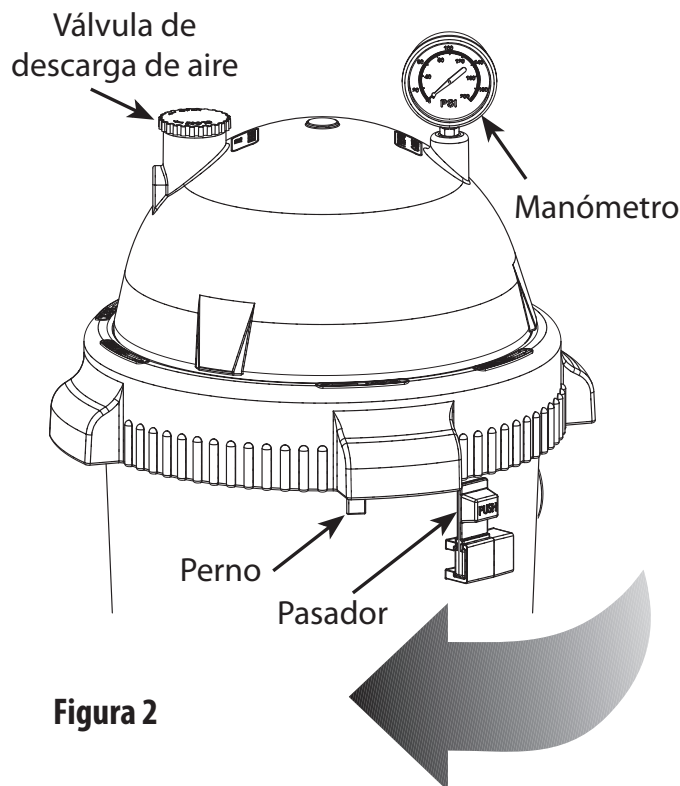

Figura 2
1. Trabe el Pro-Clean Ring firmemente en posición haciéndolo girar HACIA LA DERECHA hasta que haga "clic", después del pasador de seguridad (Consulte la Figura 2). Deje de girar en el momento en que el
2. Instale el manómetro y la válvula de descarga de aire (Consulte la Figura 2) en la tapa del tanque.
- C. Haga girar el Pro-Clean Ring hacia la derecha hasta que se trabé detrás del pasador de seguridad (Consulte la Figura 2).